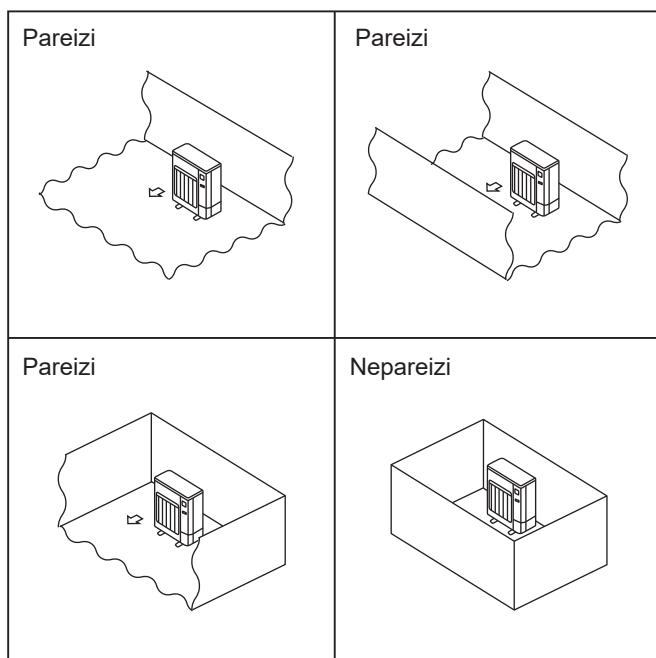

Fig. 2-1
- Ārējās iekārtas uzstādīt tādās vietās, kur vismaz vienā no iekārtas četrām sāniem ir brīva telpa, un visa telpa kopumā ir pietiekami liela un bez padziļinājumiem. (Fig. 2-1)